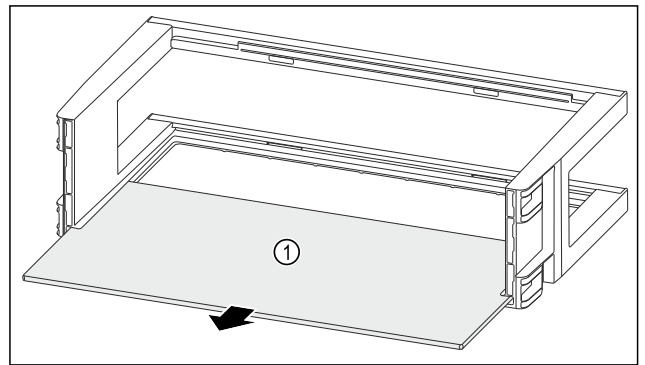

Fig. 91
- ▶ Extrageți raftul Fig. 91 (1).